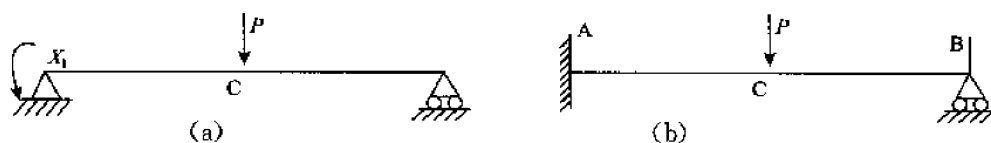

图 10-36
3. 图 10-36(a) 是图(b)所示静不定梁的基本静定系, 其力法正则方程为 $\delta_{11} X_1 + \Delta_{1P} = 0$ 则 δ_{11} 的几何意义是_____, Δ_{1P} 的几何意义是_____。